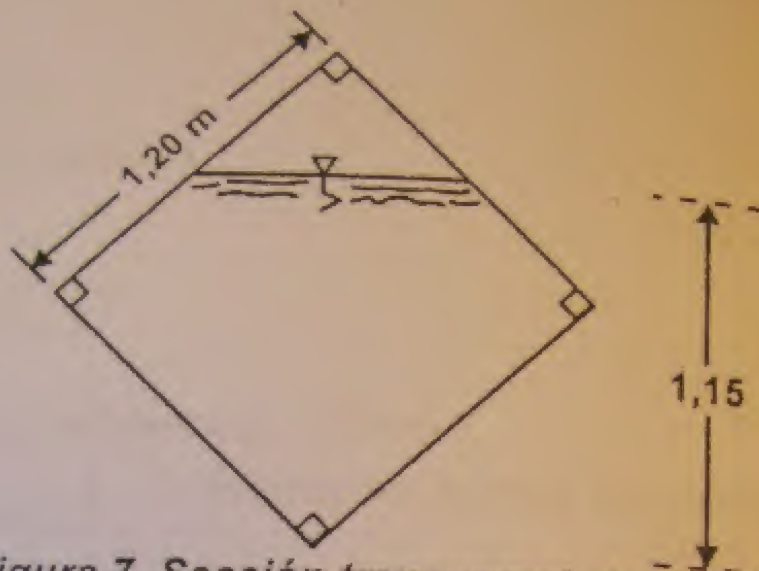

Figura 7. Sección transversal alcantarilla
9. Una alcantarilla de sección cuadrada, con coeficientes de rugosidad $n = 0,015$, tiene 1,20 m de lado y se instala según se indica en la figura 7. Si está trazada con una pendiente de 0,001, determinar: